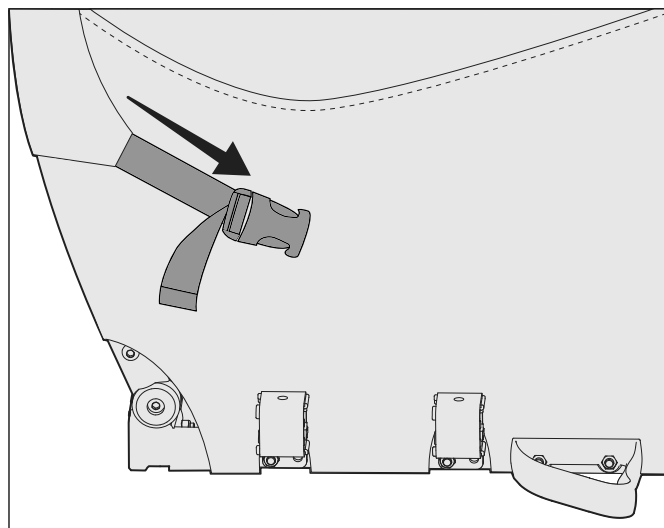

Figure 10
1. Bouclez les deux coins avant de la capote sur les côtés de la remorque. (Figure 10)